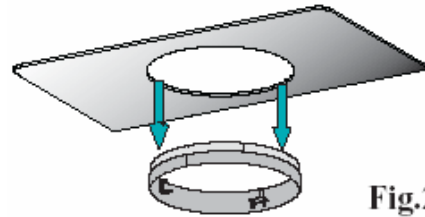

Fig.2
- Oprzeć szkło na podtrzymującym pierścieniu (fig.2).